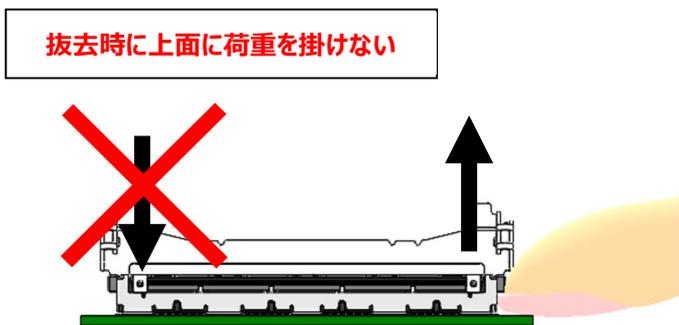

Fig.21
- ・基板と垂直に引き上げる事を推奨いたしますが、抜去する場合はコネクタ上面に荷重が加わらないようにしてください。(Fig.21)